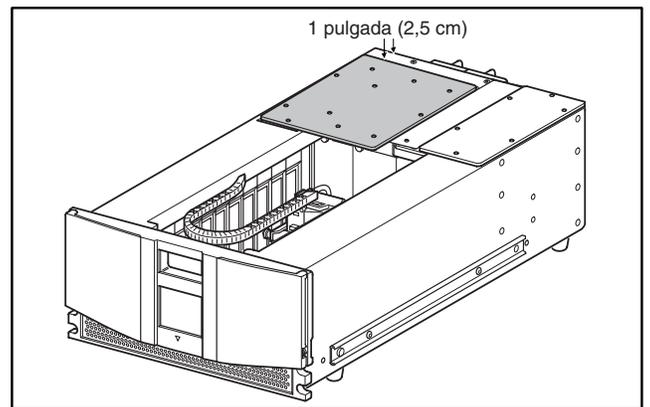

Figura 8: Alineación de la cubierta
14. Asegúrese de que los cables de alimentación del ventilador no quedan atrapados entre la cubierta y la parte superior del chasis de la biblioteca. Consulte la Figura 8.